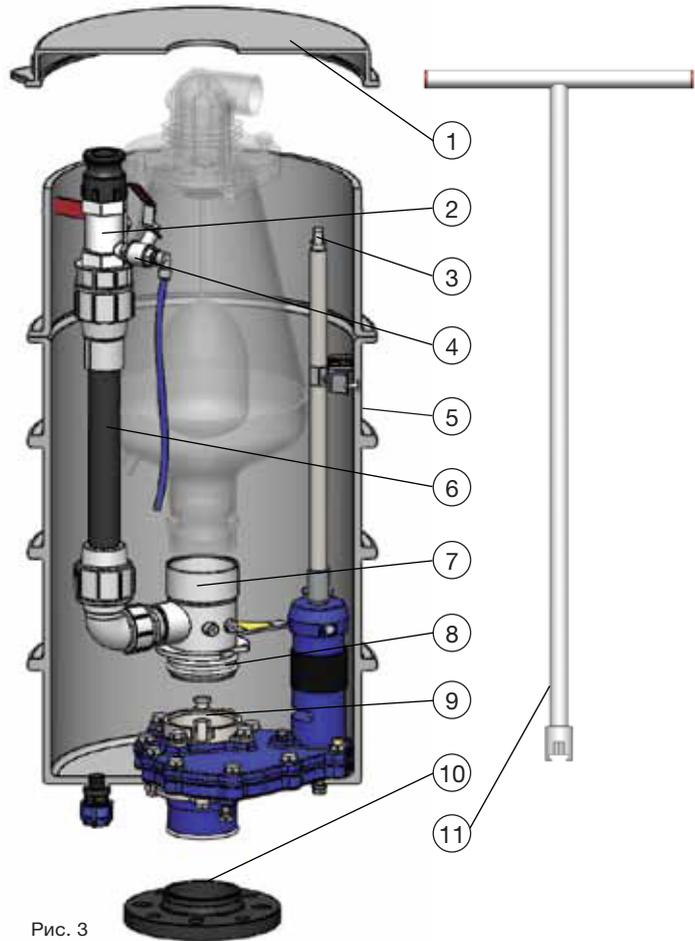

Рис. 3
2. Затем закройте шаровой кран (рис. 3, компонент № 4), чтобы сбросить давление из узла
3. Закройте шаровой кран на дренажной системе (рис. 3, № 2)
4. Откройте ножевую задвижку (рис. 3, № 9), повернув шток управления (рис.3, компонент № 3) против часовой стрелки.
1. Закройте ножевую задвижку (рис. 3, № 9), установив Т-образный ключ (рис. 3, № 11) на верхнюю часть штока управления (рис. 3, № 3), и поверните его по часовой стрелке.
2. Откройте клапан сброса давления (рис. 3, № 4)
3. Откройте шаровой кран (рис. 3, № 2) узла обратной промывки
4. Задвиньте нижнюю часть Т-образного ключа (рис. 3, № 11) на ручку из нержавеющей стали, пока он не зафиксируется на месте (рис. 2).
6. Поднимите и извлеките воздушный клапан из корпуса коробки клапана (рис. 3 № 5)
1. Уплотнительные кольца на адаптере должны быть смазаны (рис. 3 № 8)
2. Вставьте воздушный клапан в сборе в ножевую задвижку (рис. 3 № 9)
3. Зафиксируйте воздушный клапан в сборе в ножевой задвижке, повернув Т-образный ключ (рис. 3 № 11) и воздушный клапан в сборе против часовой стрелки (рис. 1b и 1a)